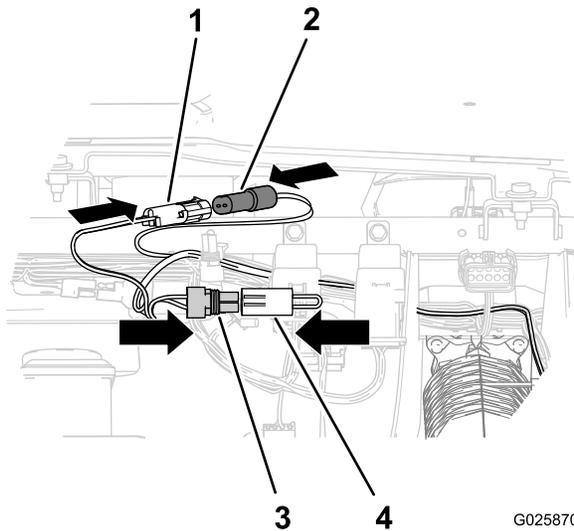

Bild 14
C. Schließen Sie den 2-Stift-Stecker des Unterbrecherkabelbaums am Shuntstecker an (Bild 14).
D. Schließen Sie den 2-Buchsen-Stecker des Unterbrecherkabelbaums für den Shuntzweig am 2-Stift-Stecker des Maschinenkabelbaums an, den Sie in Schritt B vom Verzögerungszeitgeber entfernt haben (Bild 14).